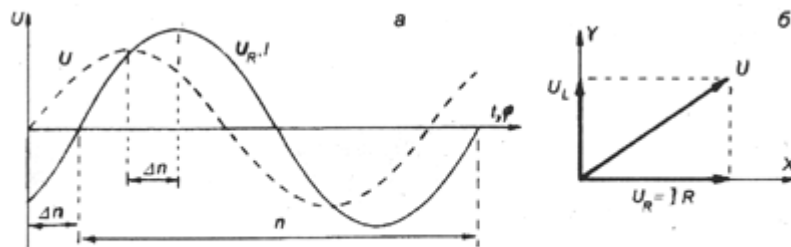

Рис. 9
5. Сдвиг фазы между  $U_n$  и  $I$  определяется следующим образом (см. рис. 9,а). Пользуясь масштабной шкалой на экране осциллографа, определяем длительность периода одной из синусоид в делениях шкалы  $n$  и длительность интервала соответствующего сдвига между синусоидами  $\Delta n$ . Так как период соответствует изменению фазы на  $2\pi$ , то сдвиг по фазе между  $U_n$  и  $I$  можно определить по формуле
Сдвиг по фазе определить на частотах 600, 6000, 60000 Гц. Построить векторную диаграмму (рис. 9,б).